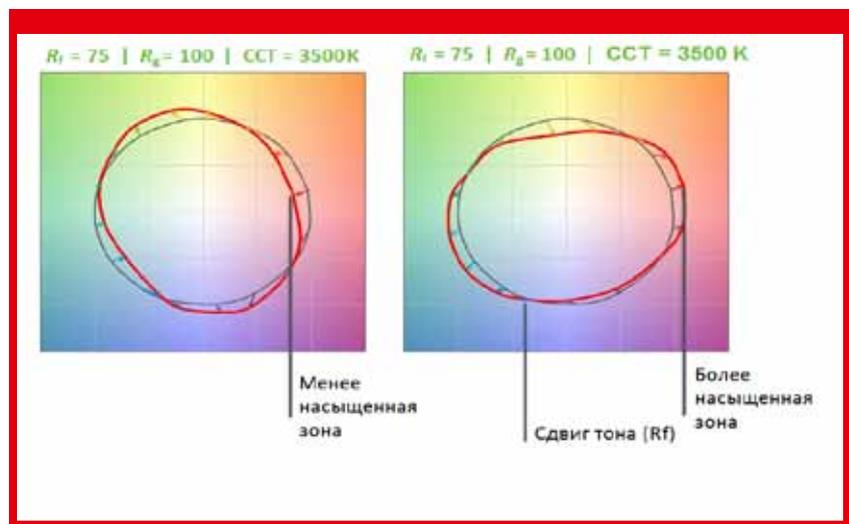

Рис. 1. Представление метода TM-30-15 в координатах цветности
2. Rg (gamut – насыщенность) показывает насыщенность этих цветов. Измеряется в диапазоне 60–140 (см. рис. 1).